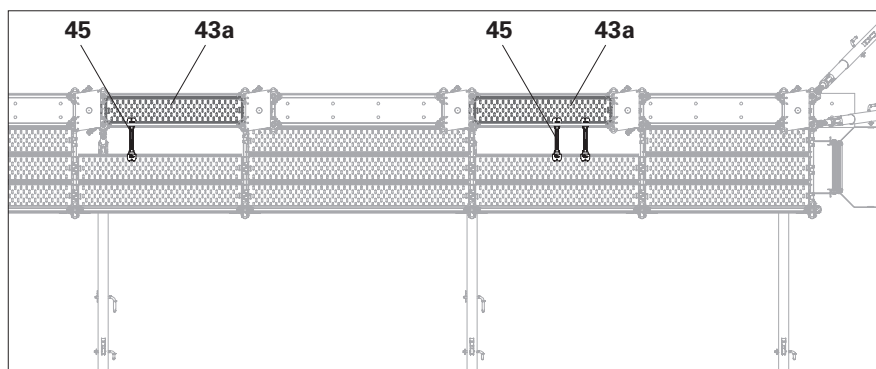

Fig. A6.19a
1. La campata deve essere rivestita per quanto possibile con impalcato in acciaio UDG-2 (43).
2. Tra i puntelli a portata elevata adiacenti, posizionare un impalcato in acciaio (43a) sui correnti orizzontali esistenti (4).
3. Inserire una traversa impalcato UDT 25 (45) a destra e una a sinistra della riservezione richiesta. (Fig. A6.19a)
4. Agganciare i due impalcati in acciaio (43b), tagliati su misura per la lunghezza rimanente, alla mensola (40) e alla traversa impalcato (45). Utilizzare piastre di copertura aggiuntive, come la piastra angolare interna EDP (47) per adattare la disposizione.